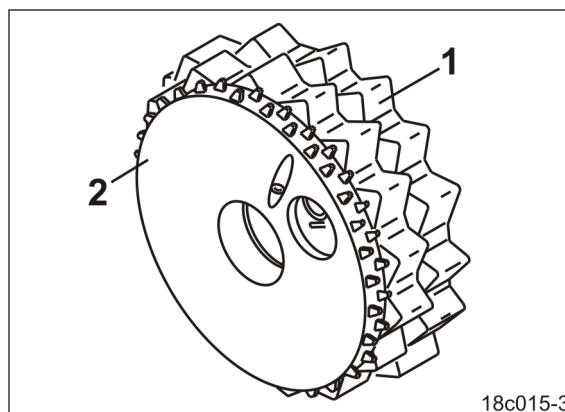

Fig. 29
- Normalsärad (Fig. 29/1) und
- Feinsärad (Fig. 29/2).